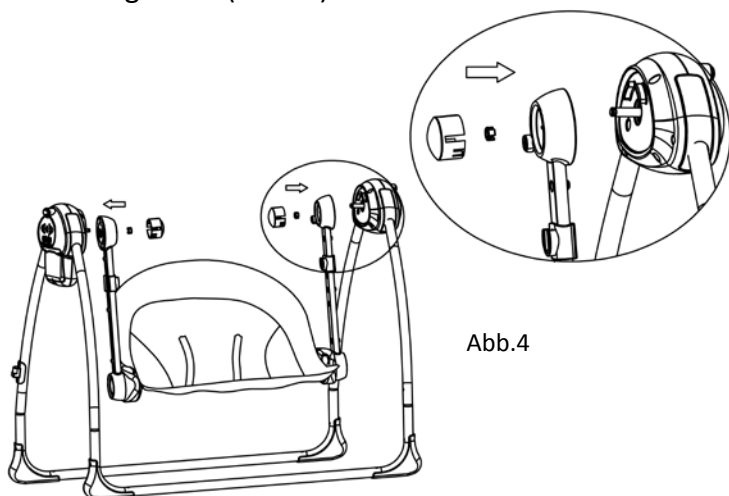

Abb.4
4. Verbinden Sie das Fußstützengestell mit dem Rückenlehnengestell, indem Sie die losen Enden ineinander schieben, bis diese einrasten. Ziehen Sie an den Stangen, um sich zu versichern, dass diese sicher miteinander befestigt sind. (Abb. 4).